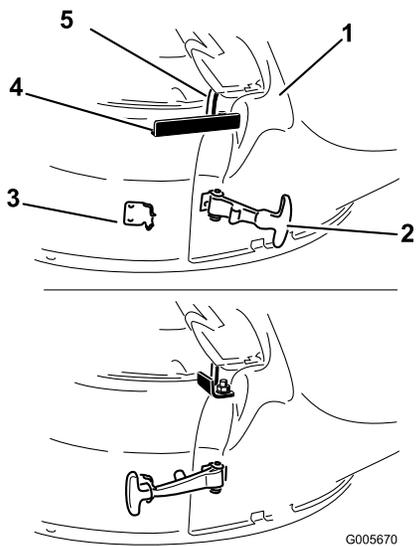

Figura 12
6. Fissate la guida di scarico sul piatto di taglio da 42 poll. Agganciate il fermo flessibile della guida di scarico al fermaglio saldato sul piatto di taglio, sul retro dell'apertura (Figura 12). Agganciate il gancio attorno all'asta di rotazione per mantenere la guida di scarico in questa posizione.